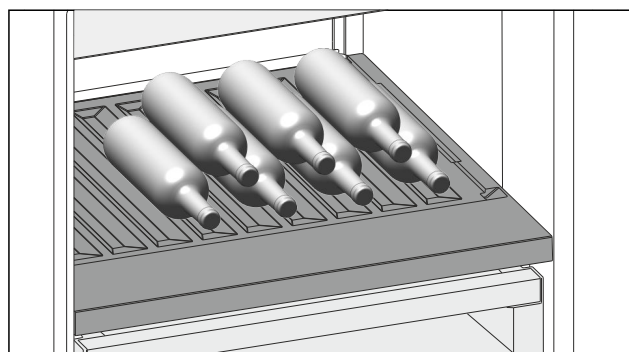

Fig. 125
- Flessen met de bodem naar achteren tegen de achterwand plaatsen. (zie Fig. 125)